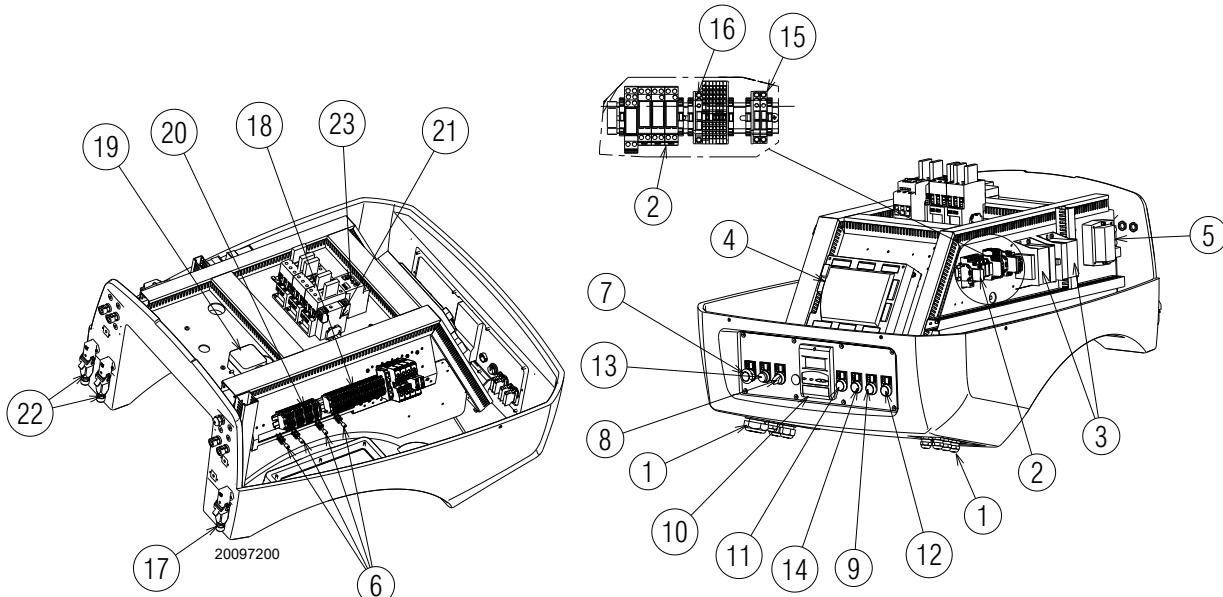

Fig. 6
- **Blocage de la boîte de contrôle:** l'allumage du bouton 13)(Fig. 6) (**DEL rouge**) avertit que le brûleur est mise en sécurité. pour le débloquer, appuyer sur le bouton 13)(Fig. 6).